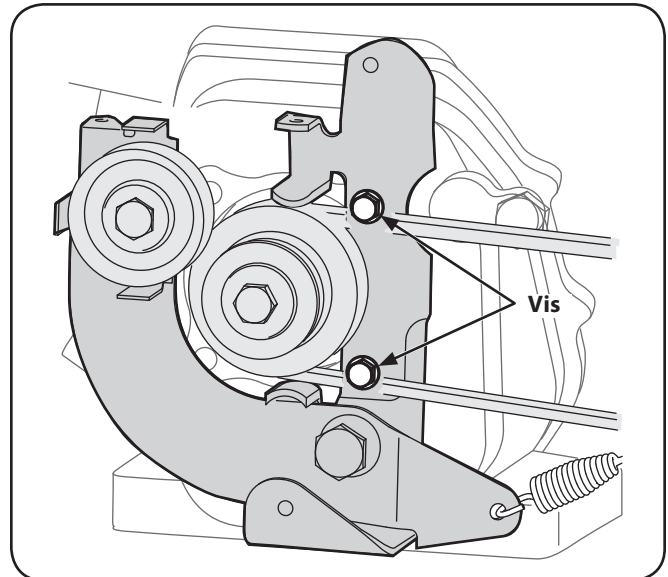

Fig. 7-5
4. La courroie de la poulie de tension de la marche avant ne passe pas entre les guides de courroie de la poulie motrice. Il faut démonter le support de la poulie de tension de la marche arrière pour pouvoir dégager la courroie de la poulie motrice. Enlevez les deux vis de retenue et déplacez le support vers la poulie de la transmission. Gardez les vis pour l'assemblage. Voir la Fig. 7-5.